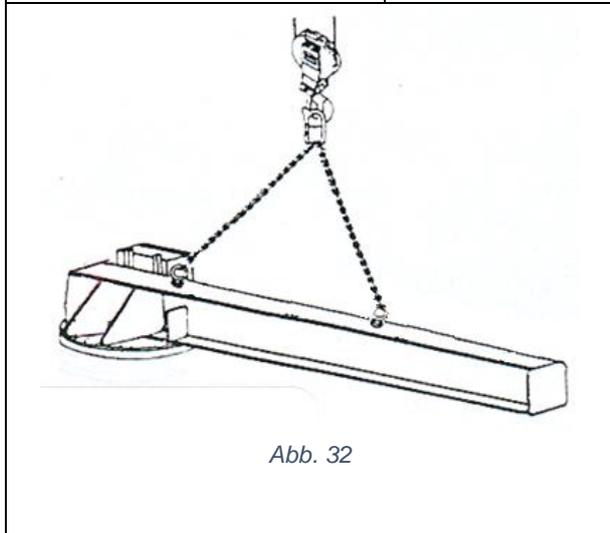

Abb. 32
5. Den Ausleger an den entsprechenden Punkten anschlagen (Abb. 32) und mit geeigneten Hebemitteln, d.h. einem Brücken- oder Mobilkran sowie entsprechenden Anschlagmitteln mit ausreichender Traglast anheben. Der Laufträger muss dabei parallel zum Boden gehalten werden.